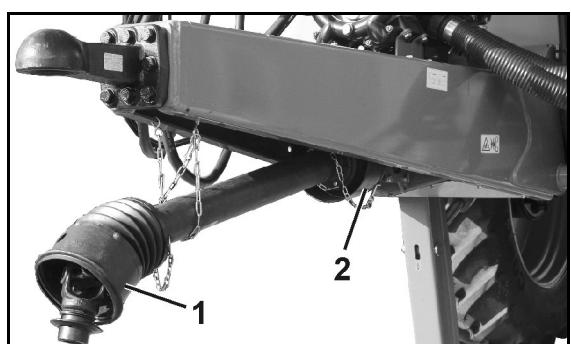

Fig. 12
- Fig. 12/...
- (1) Apărătorile arborelui cardanic cu lanțuri de susținere
- (2) Pâlnie de protecție pe partea utilajului